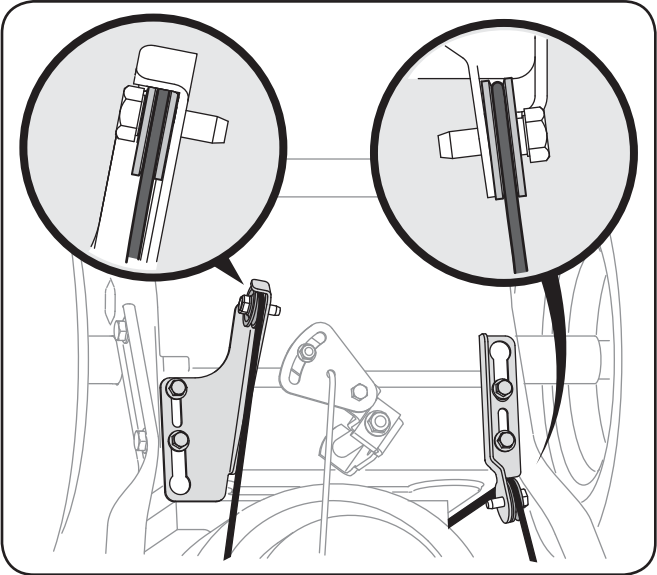

Fig. 3-1
- Assurez-vous que les deux câbles, sur la partie inférieure de la souffleuse, sont bien alignés avec les rouleaux de guidage. Voir la Fig. 3-1. Redressez le guidon supérieur, alignez le guidon supérieur avec le guidon inférieur. Voir la Fig. 3-2.